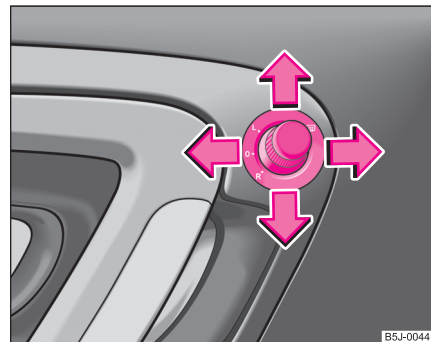

Fig. 45 Interiorul ușii: Buton rotativ
- Aduceți butonul rotativ în poziția  ⇒ fig. 45.